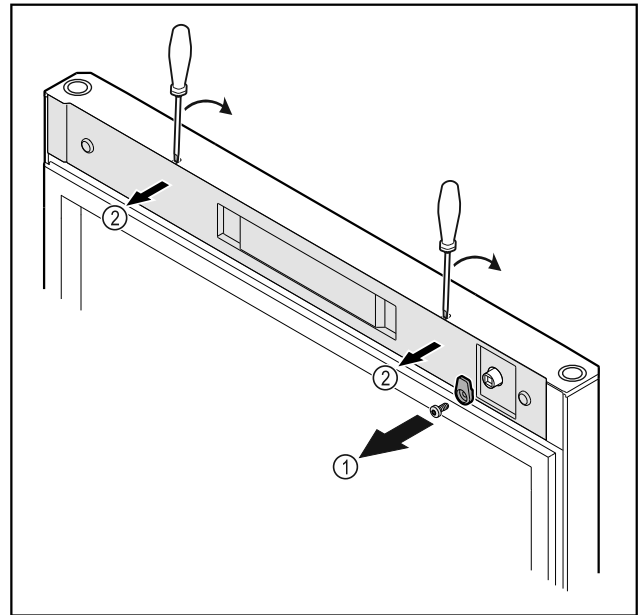

Fig. 11
- Ξεβιδώστε το άγκιστρο κλεισίματος Fig. 11 (1).
- Ξεκουμπώστε το κάλυμμα Fig. 11 (2) με ένα μικρό κατσαβίδι και αφαιρέστε το.